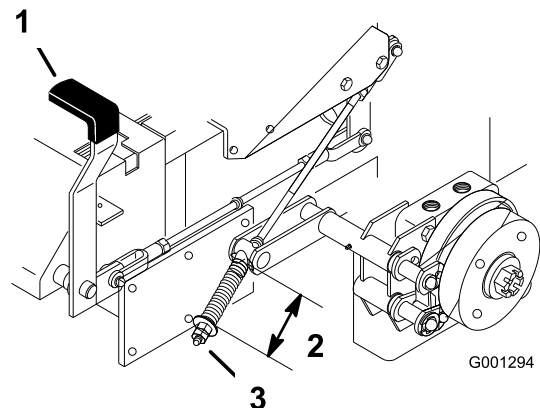

Figura 60
2. Mida la longitud del muelle. La medida debe ser de 64 mm (2-1/2 pulg.) entre las arandelas (Figura 60).
3. Si es necesario un ajuste, quite el freno de estacionamiento, afloje la contratuerca que está debajo del muelle y ajuste la tuerca que está directamente debajo del muelle (Figura 60). Gire la tuerca hasta obtener la medida correcta. Gire la tuerca en el sentido de las agujas del reloj para acortar el muelle y en el sentido contrario a las agujas del reloj para alargar el muelle.